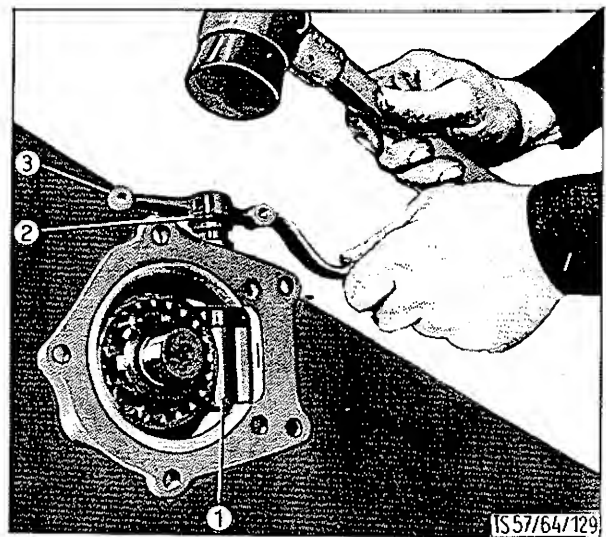

BILD 16: Eintreiben der Schaltwelle
6. Schaltwelle in das Schaltgabelgehäuse einführen, von innen die Schaltgabel ansetzen und Schaltwelle soweit in die Schaltgabel eintreiben (Bild 16), bis das Gewindeloch für den Fixierstift mit der Nut auf der Schaltwelle fluchtet.